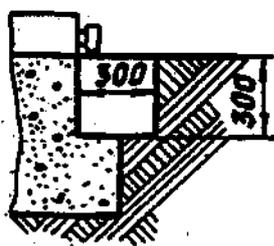

Рис. 38. Установка станка
9.4. Монтаж. Схема установки приведена на рис. 38.
Рис. 38а
9.13. На вводные клеммы станка подается питание от сети согласно рис. 38а.